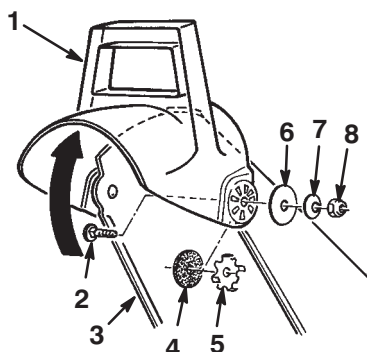

Figure 15
- Fixez le côté gauche du déflecteur à l'éjecteur à l'aide des pièces requises comme illustré à la Figure 15.